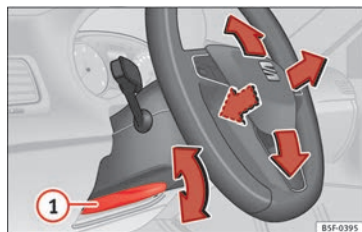

Fig. 20
Régler la position du volant : tirez le levier **» fig. 20 ①** jusqu'en bas, déplacez le volant sur la position désirée puis remontez le levier en position de verrouillage.